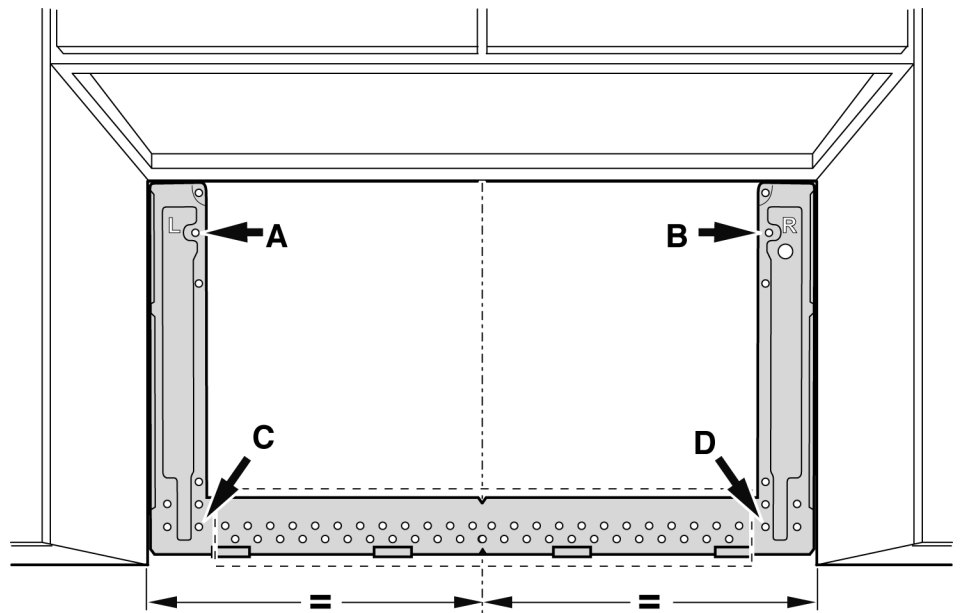
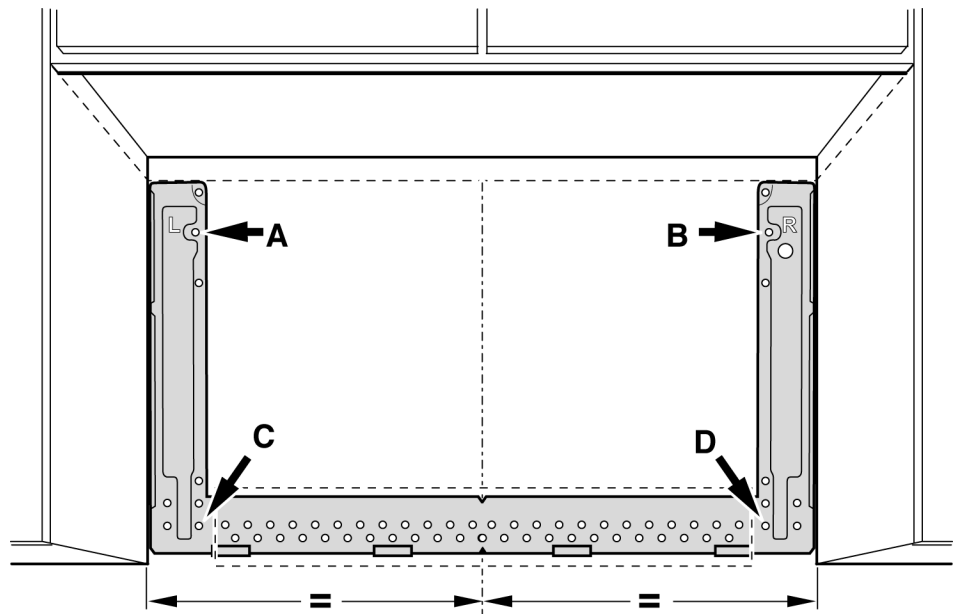

Figura 1 - Gabinete inferior empotrado plano o con marco
Figura 2 - Gabinete inferior empotrado con saliente frontal
2. Use la placa de montaje como **plantilla**, colóquela en la pared y asegúrese de que las lengüetas toquen la base del gabinete (Figura 1) o la línea de nivel (Figura 2).